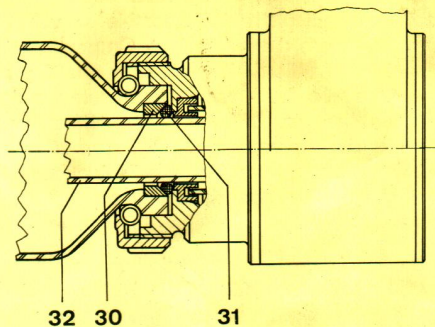

Fig. 9
Le montage des pièces en verre du type utilisé jusqu'alors nécessite l'emploi d'un tube fixe de conduite de vapeur spécial. Le support de ce tube est représenté sur le dessin en coupe de la Fig. 9: à la place du joint d'étanchéité d'arbre habituel, on introduit dans la bride du condenseur une pièce intercalaire (30) en téflon qui, lors du vissage de la pièce de verre sur le groupe d'entraînement, appuie sur un anneau de blocage (31) qui maintient alors en position le tube droit de conduite de vapeur (32).